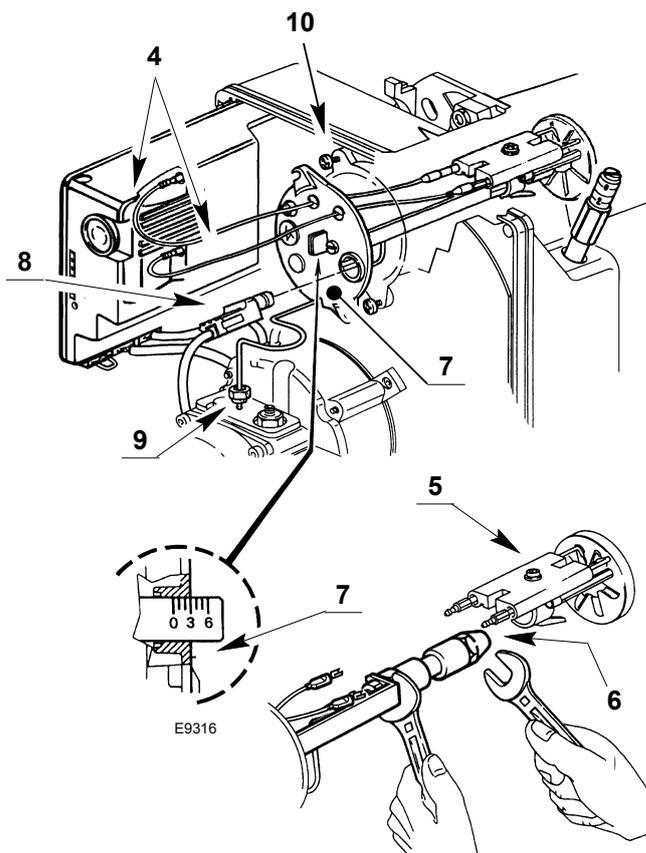
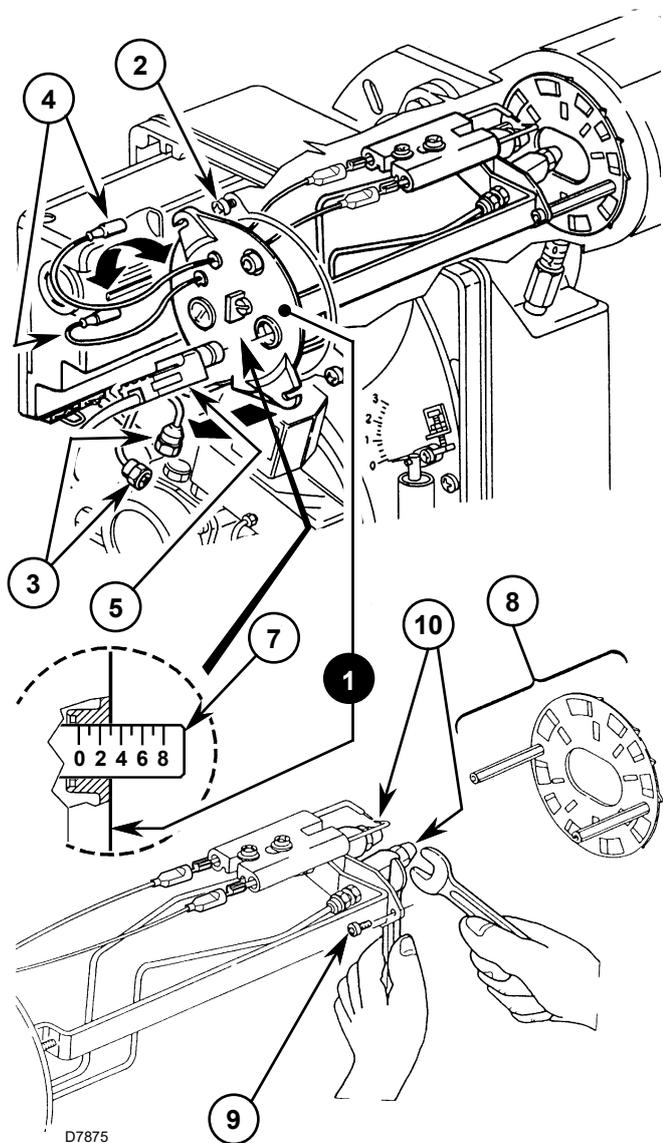

Fig. 14
Fig. 15
Ruotare in senso orario o antiorario la vite di regolazione fino a che la tacca incisa sulla staffa di regolazione 7)(Fig. 14)-(Fig. 15) coincide con il piano esterno del gruppo portaugello 1)(Fig. 15).
la staffa di regolazione 7)(Fig. 15) è tarata a tacca 3; questo significa che il bruciatore è regolato per una portata di 2,00+2,00 GPH a 12 bar, come viene indicato nella Tab. I, a pag. 23.
Per l'accesso all'ugello per bruciatori Tipo 394T1 - 397T1 (Fig. 14) è necessario effettuare le seguenti operazioni:
Per l'accesso all'ugello per bruciatori Tipo 398T1 (Fig. 15) è necessario effettuare le seguenti operazioni:
- Estrarre il gruppo portaugelli 1)(Fig. 15) dopo aver allentato le viti 2), svitato i dadi 3), sfilato i cavetti 4) dal controllo fiamma e il sensore fiamma 5).
- Avvitare gli ugelli 10) correttamente stringendoli come mostrato in Fig. 15.